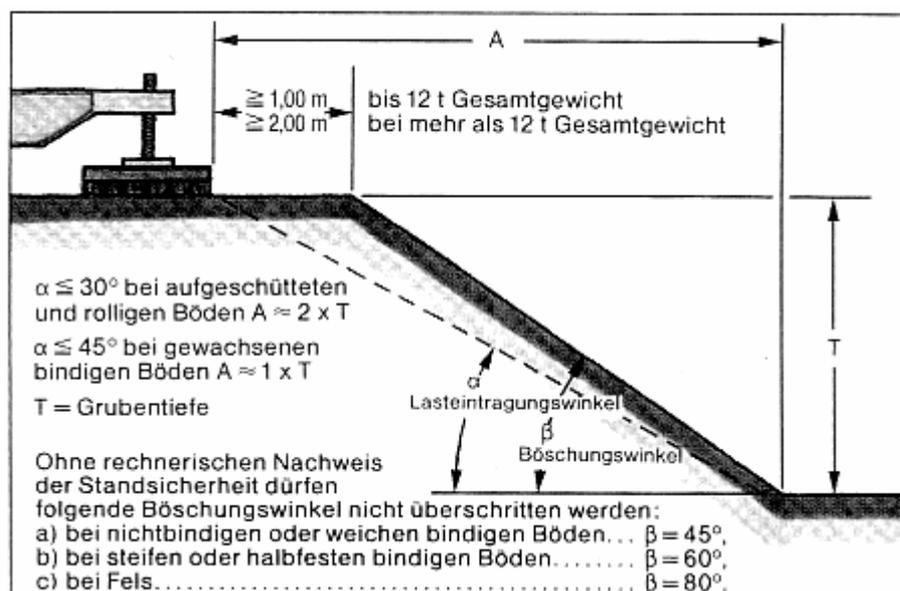

Bild 1: Sicherheitsabstände zu Baugrubenrändern
- 4.2.1 Der Unternehmer hat dafür zu sorgen, dass Verteilermaste standsicher aufgestellt werden. Dabei sind Sicherheitsabstände von Baugruben, Gräben und ähnlichen Vertiefungen nach Bild 1 einzuhalten.